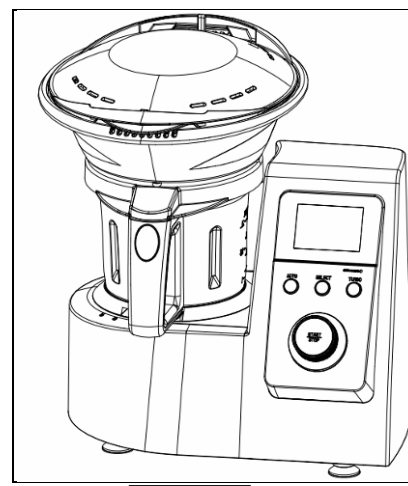

Figura 22
Paso 3: Tapar la olla humeante en al final (Figura 22), el vapor de aire no se liberará de la olla.